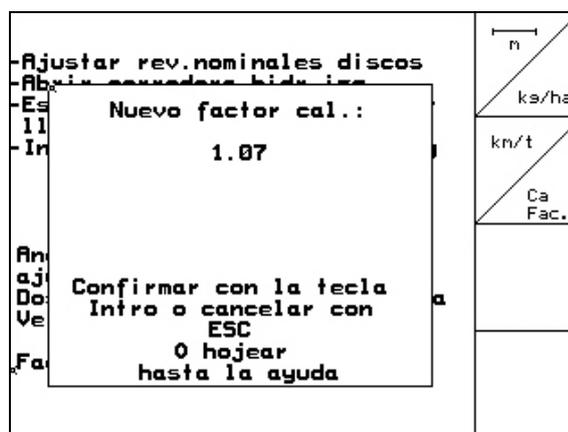

Fig. 22
- Se mostrará el nuevo factor de calibrado (Fig. 22).